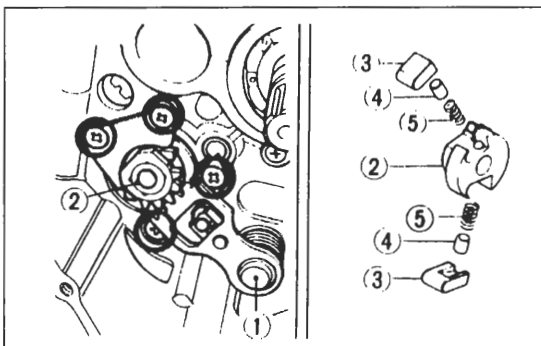

Bild 130
- Schaltwelle ① Bild 130 nach rechts herausziehen. Schaltratschenbleche nach Ausdrehen der vier Befestigungsschrauben abnehmen und Schaltratsche ② abnehmen.
- Beim Ausbau der Ratsche auf Verbleib der Kleinteile achten (Bild 130).